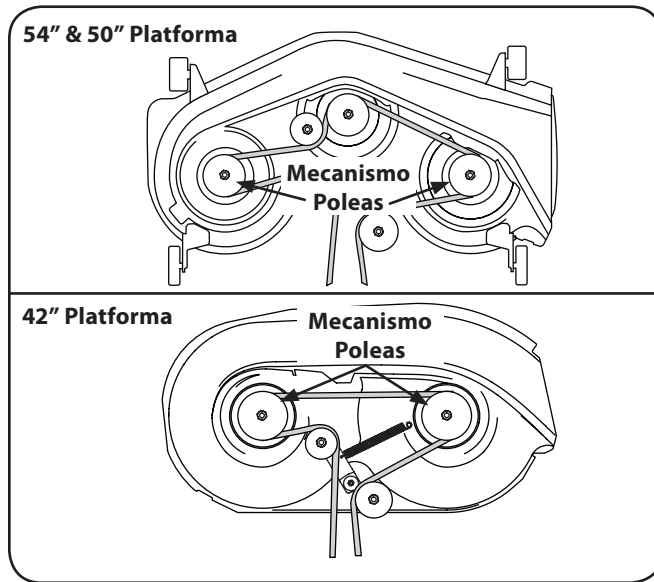

Figura 7-8
2. Retire los tornillos autorroscantes hexagonales que fijan las cubiertas de la correa a la plataforma y retire la correa de las poleas del husillo. Consulte la Figura 7-8.
3. Instale la nueva correa alrededor de las poleas del husillo tal como se muestra en la Figura 7-8 y vuelva a instalar las cubiertas de la correa.